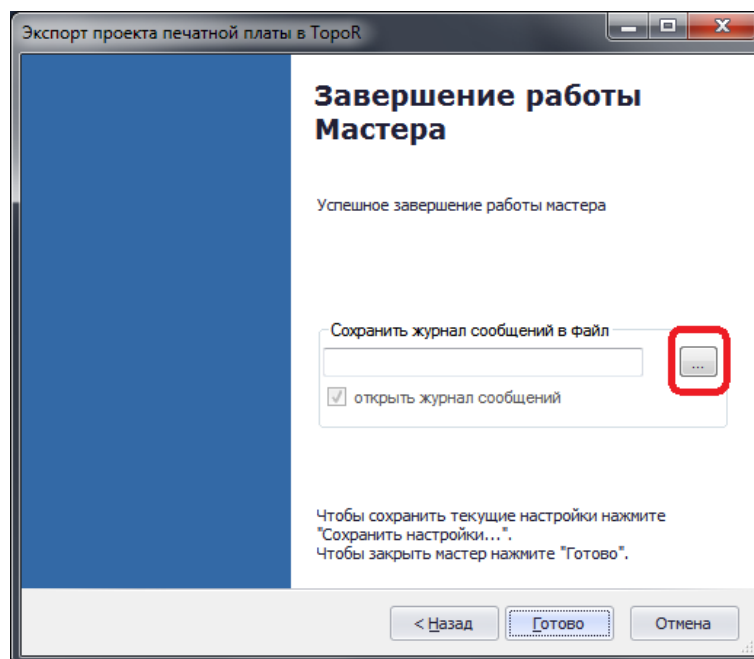

Рис. 383. Заключительное окно мастера экспорта
7. В заключительном окне экспорта предлагается создать и просмотреть файл, содержащий протокол экспорта, см. Рис. 383.
Для сохранения текстового файла с протоколом экспорта платы нажмите кнопку  - «Выбор» (отмеченную на Рис. 383). Если поле «Открыть файл протокола» отмечено флагом, то после завершения импорта файл с протоколом будет открыт в программе, которая используется по умолчанию для чтения текстовых файлов.